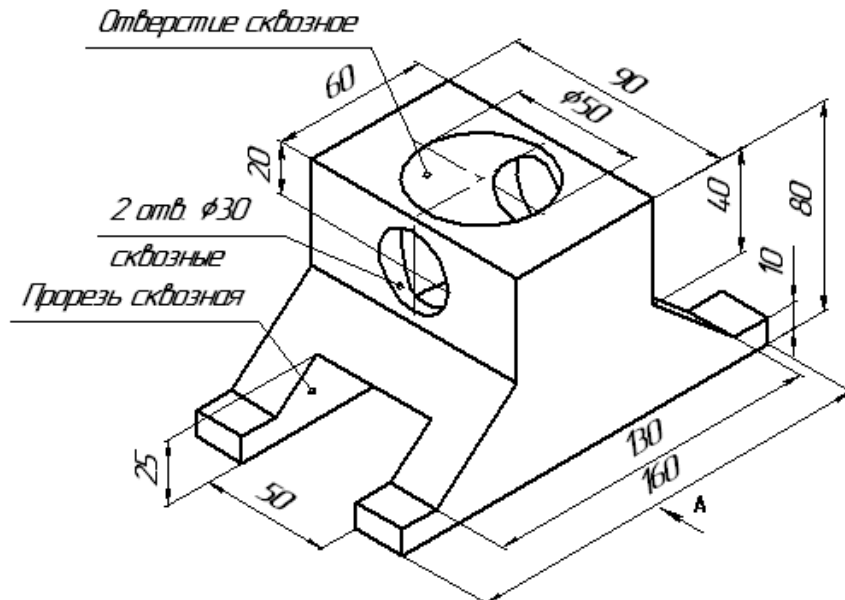

Рис.2 "Ползун"
7. Самостоятельно выполнить построение детали «Ползун» (рис.2)